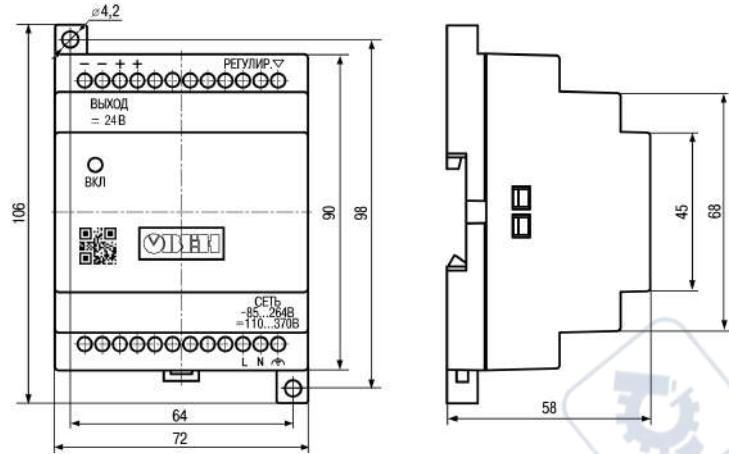

Рисунок 5 – Внешний вид, габаритные и установочные размеры прибора
- Убедиться в наличии свободного пространства для подключения прибора и прокладки проводов (см. рисунок 5). Подготовить место на DIN-рейке.
1. Убедиться в наличии свободного пространства для подключения прибора и прокладки проводов (см. рисунок 5).